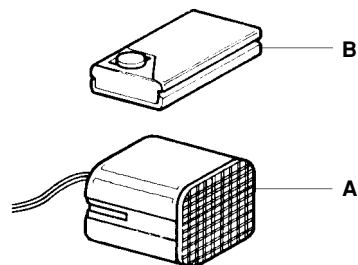

Fig. 4
- ANTIRROBO (Fig. 4): es posible instalar en el interior del escudo delantero (detrás del radiador) un antirrobo electrónico compuesto por una central electrónica (A) con sirena y un radiomando (B). Este antirrobo ha sido realizado en colaboración con la SPYBALL y es muy sencillo de instalar.
- **ANTIVOL** (Fig. 4): il est possible d'installer un antivol électronique à l'intérieur du tablier avant (derrière le radiateur). Il se compose d'un boîtier (A) avec sirène et d'une radio-commande (B). Cet antivol a été réalisé en collaboration avec **SPYBALL**. Il est très facile à installer.